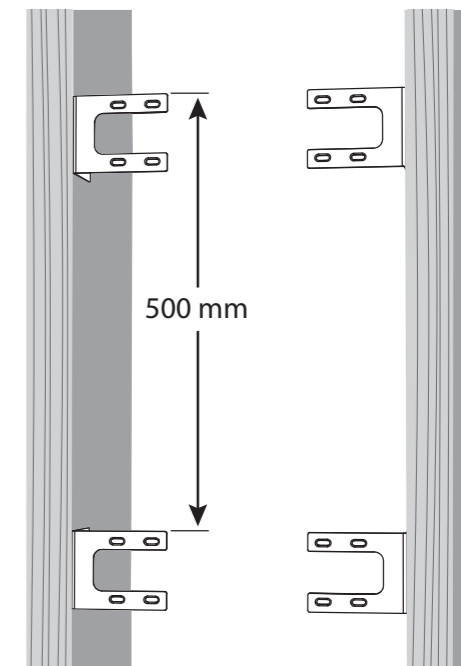

Fig. 1 Screw the back can brackets to the ceiling joists
2. Posizionare le staffe come mostrato in Fig. 1, assicurandosi che le facce inferiori delle staffe siano a filo con la faccia inferiore dei travetti del soffitto. Fissare ciascuna staffa al travetto del soffitto utilizzando quattro viti per staffa.